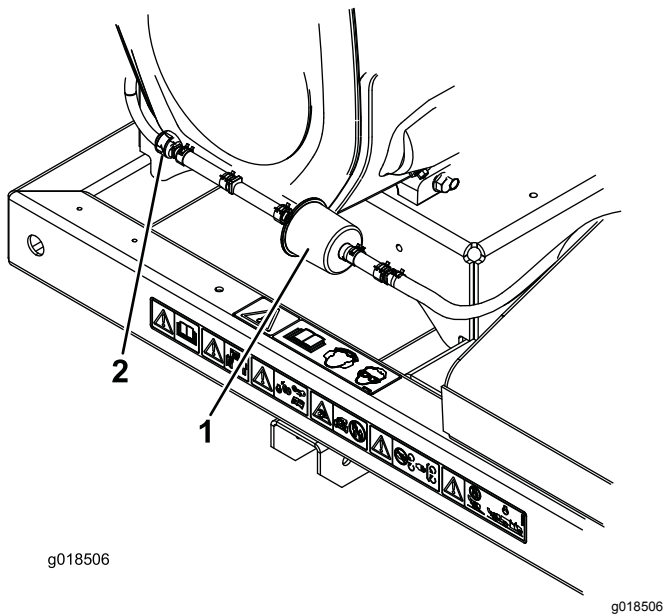

Figura 18
2. Aleje del filtro las abrazaderas de muelle de ambos lados del filtro del tubo de purga del cartucho de carbón (Figura 18).
3. Retire y deseche el filtro de carbón (Figura 18).
4. Instale un filtro nuevo en el tubo con la flecha del filtro apuntando hacia la válvula de retención, y sujételo con las abrazaderas (Figura 18).